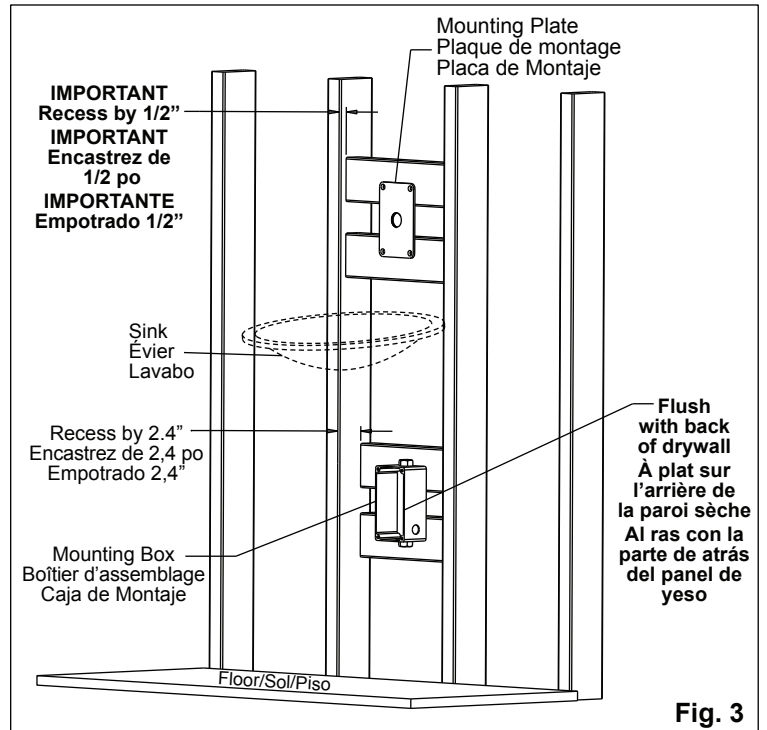
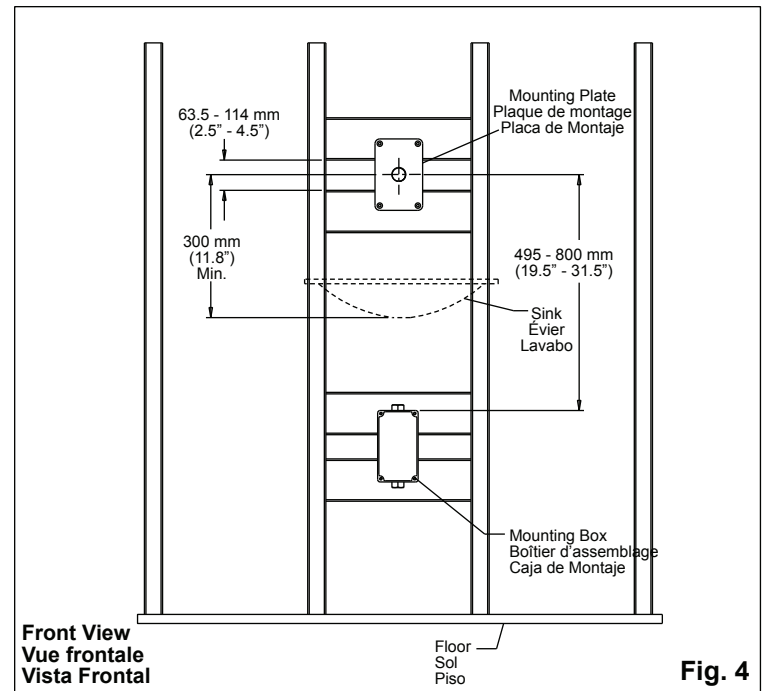

Fig. 3
Fig. 4
2. Build bracing for mounting box with wall studs (supplied by others) so it is flush with **back side** of drywall once installed. See Figure 3.
2. Fabriquez une barre de renforcement pour le boîtier d'assemblage à l'aide des montants muraux (fournis par d'autres fabricants), de sorte qu'il soit à plat sur l'**arrière** de la paroi sèche après l'installation. Voir la figure 3.
5. Build bracing for mounting plate with wall studs (supplied by others). Mounting plate to be secured to the bracing using wood screws (supplied by others). See Figure 4 for stud positioning. See Figure 3 for stud positioning.
**Important: Recess the mounting plate studs by 1/2" (12.7 mm) in order to leave room for the wire connections. See Figures 3 and 8.**
**Note:** Keep a distance of not less than 11.8" (300 mm) from the centre line of the spout to the bottom of the sink to avoid reflection issues. See Figure 4.
5. Fabriquez une barre de renforcement pour la plaque d'assemblage à l'aide des montants muraux (fournis par d'autres fabricants). Le boîtier doit être fixé à la barre de renforcement à l'aide des vis à bois (fournies par d'autres fabricants). Voir la figure 4 pour le positionnement vertical. Voir la figure 3 pour le positionnement du montant.
**Important :** Encastrez les montants de la plaque d'assemblage de 1/2 po (12,7 mm) pour laisser la place aux raccordements électriques. Voir les figures 3 et 8.
**Remarque :** Laissez une distance minimale de 11,8 po (300 mm) entre la ligne centrale du bec et le fond de l'évier afin d'éviter les issues de réflexion. Voir la figure 4.